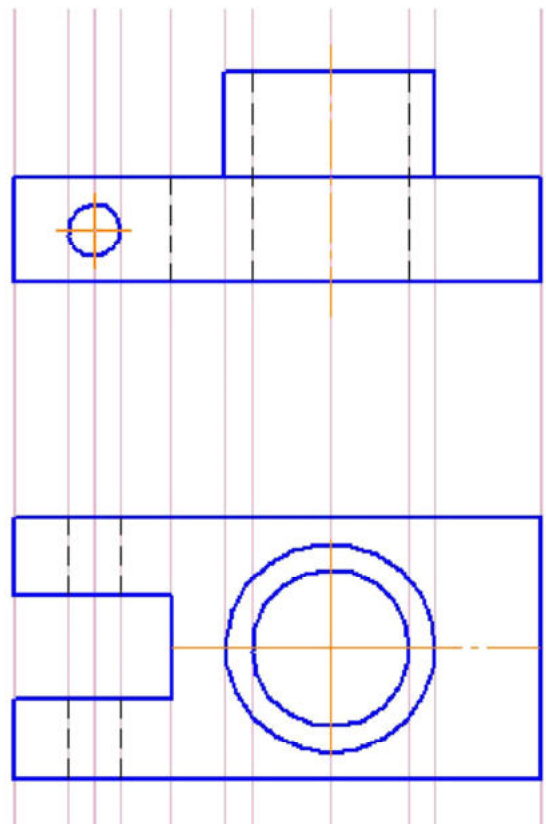

Рис. 7. Главный вид и вид сверху
- ☐ отрезком постройте осевую линию данного цилиндрического отверстия, изменив стиль линии на осевую (рис. 7). Не забудьте изменить стиль линии обратно на **Основную**;